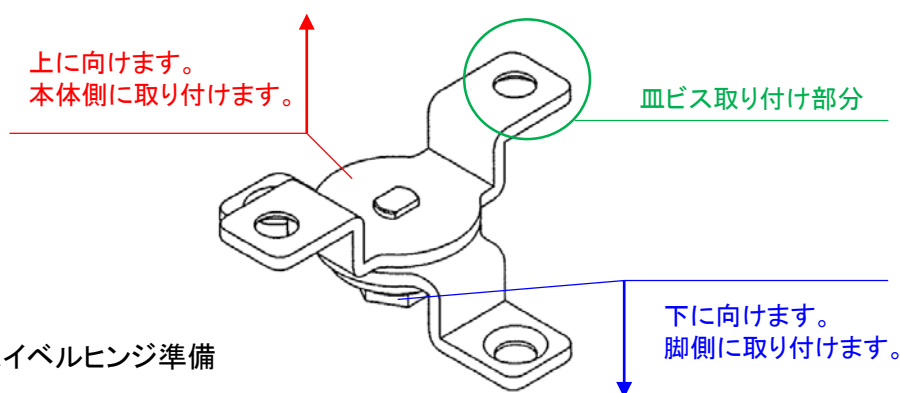

図3 スイベルヒンジ準備
## ⑤スイベルヒンジを、六角ナットが無い部分を上に、六角ナット部分を下に向け、下図3の形にします。